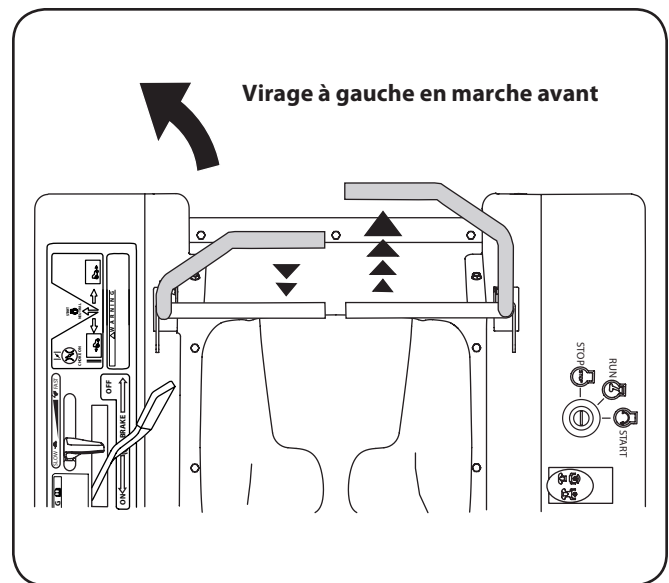

Figure 5-3
1. Pour tourner à gauche, tirez le levier gauche en retrait du levier droit. Voir la Figure 5-3.